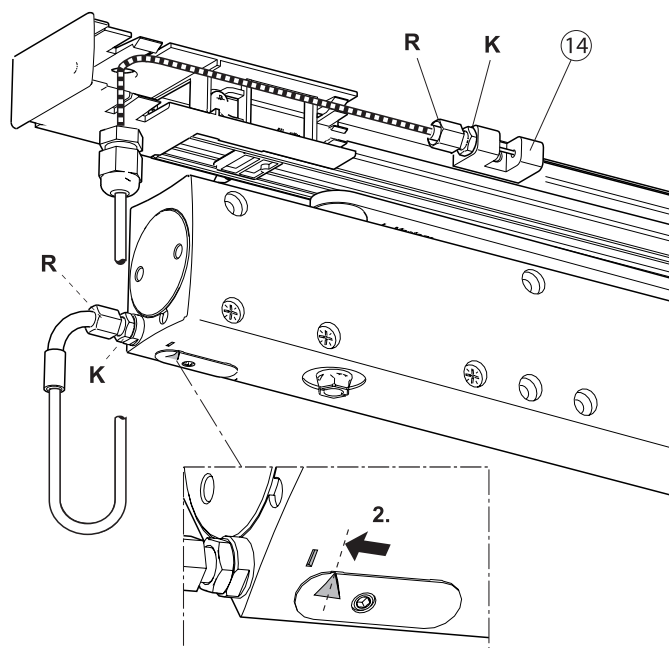

Abb.: 6.6.1
- ▶ Drahtseil so spannen, dass das IS-Ventil (Abb. 6.6.1) am Türschließer Gangflügelseite **nicht** betätigt wird (4.).